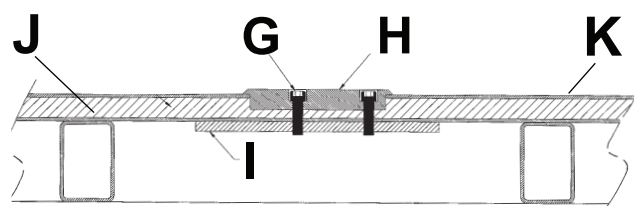

Figura 4 – Ancoraggio delle piastre a pavimento nelle aperture incassate
4. Usando due viti con testa a esagono incassato da 3/8 di pollice (1 cm) (di grado 8) (G), ancorare ciascuna piastra a pavimento (H) dopo averle inserite nelle aperture incassate, con i fori allargati rivolti verso l'alto (Figura 4).
- Per un ulteriore supporto sono necessarie contropiastre in acciaio (o equivalenti) (I) (non fornite) (Figura 4).